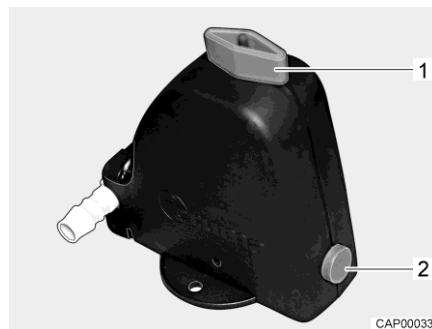
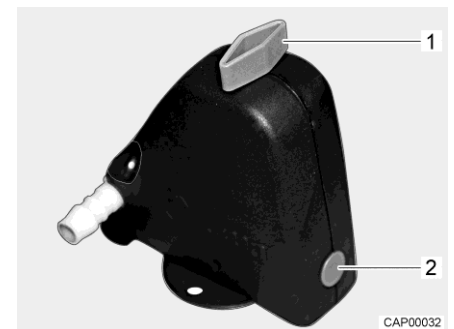

Fig. 61 Valve de sécurité et de vidange ouverte
Fig. 62 Valve de sécurité et de vidange fermée
- Fermer la valve de sécurité et de vidange. Tourner pour cela le bouton rotatif (Fig. 61,1) dans le sens transversal par rapport à la valve de sécurité et de vidange et enfoncer le bouton-poussoir (Fig. 61,2). La valve de sécurité et de vidange fermée est représentée à la Fig. 62. Lorsque la température descend en dessous de 6 °C, la valve de sécurité et de vidange ne peut pas être fermée.